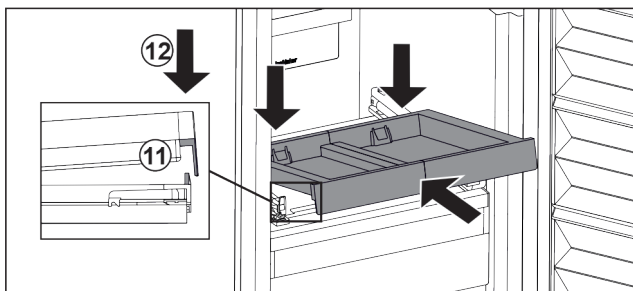

Fig. 104
- L'insérer en l'inclinant. Veiller à ce que, des deux côtés, la butée soit derrière la languette. Fig. 104 (11)
- Déposer le compartiment coulissant par l'avant. Fig. 104 (12)